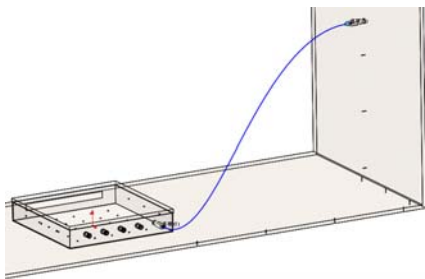

图 18-65 连接线
⑦ 放大到另一个接头并选取其末端端头，此时连接两个点的线路出现，如图 18-65 所示。单击“自动步路”属性面板中单击“确定”按钮.